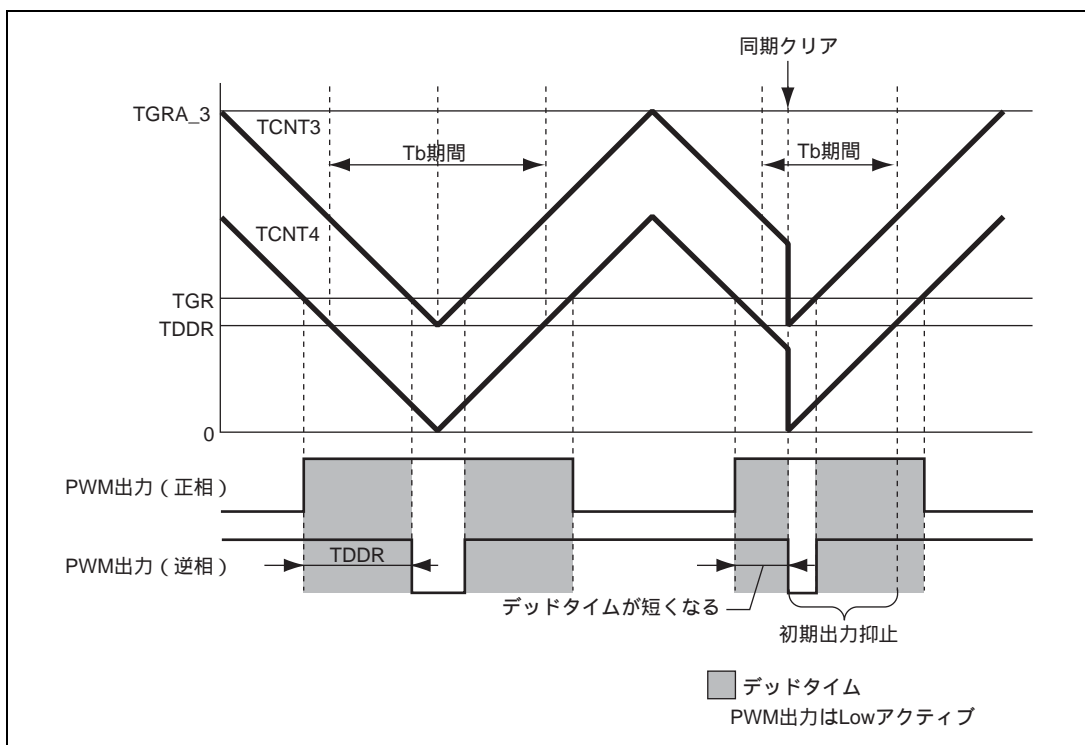

図 10.135 条件 (1) の同期クリア例
条件 (1) 初期出力の抑止期間 にて、PWM 出力がデッドタイム期間中に、同期クリアする（図 10.135）。